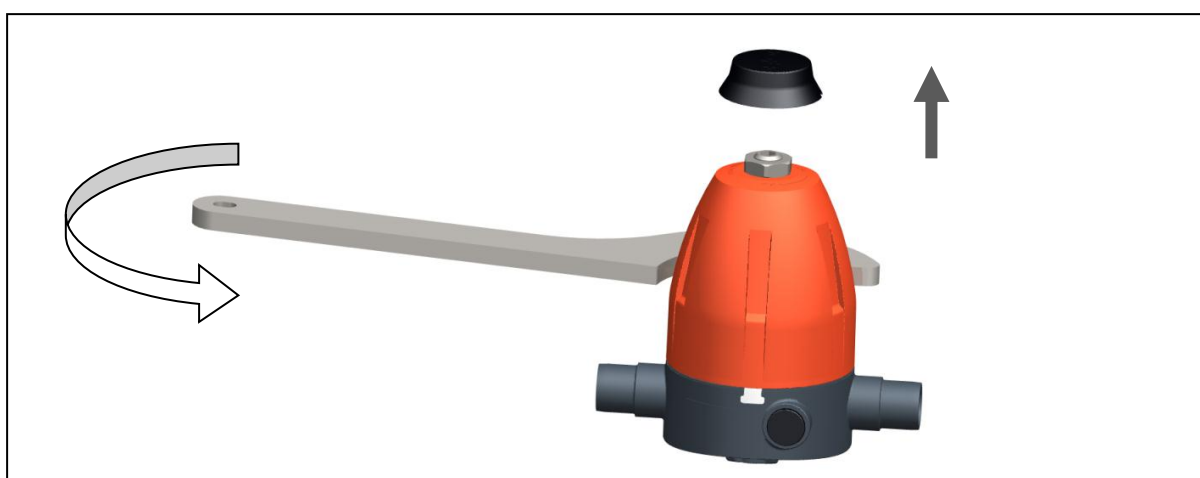

Fig. 7
- ▶ Fixer la partie inférieure à l'aide d'un outil approprié et desserrer la tête. Pour ce faire, faire pivoter la tête dans le sens contraire des aiguilles d'une montre, voir Fig. 7. L'étiquette d'inviolabilité se déchire alors.